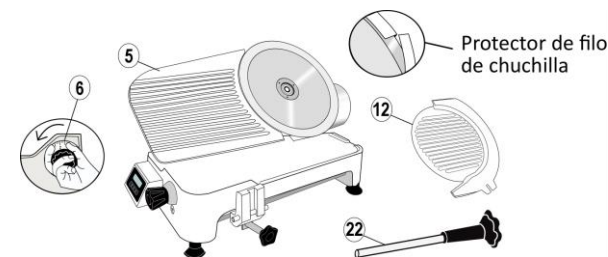

FIG 1. COMO REMOVER EL PROTECTOR DE CUCHILLA
- Saque el ensamble de carro. Haga lo mismo con el ensamble de la base levantándola desde la base (10), ejercer método de elevación adecuado, preferiblemente hacer este procedimiento con dos personas.
- Retire el protector plástico de la orilla de la cuchilla o disco (5) siguiendo las siguientes instrucciones (Ver Fig. 1):
- Gire la Perilla reguladora de corte (6) en contra de las manecillas del reloj hasta que se detenga.
- Quite el plato de protección (12) aflojando la perilla del plato de protección (22).
- Una vez que haya retirado el protector del disco-cuchilla, vuelva a colocar el plato de protección (12) y asegúrelo con la perilla (22). Ajuste la plancha (5) con el regulador de corte (6).